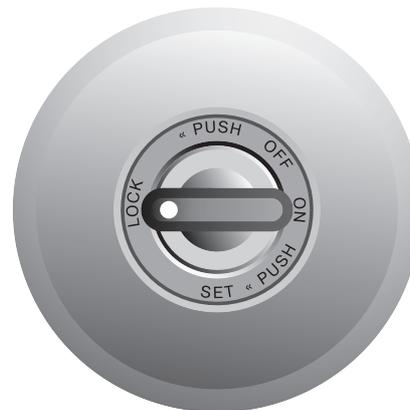

Рис. 2
● **Двусторонний ключ фирмы «Abloy»** (рис. 1) является органом управления механизмом замка и включением зажигания. При помощи вращения ключа из положения «**LOCK**» - в положение «**ON**», происходит разблокировка рулевого вала автомобиля и включение зажигания. Ключ вынимается и вставляется в замок только в положении «**LOCK**» (рис. 2). Ключ фиксируется в замке при положении «**ON**», «**OFF**» или «**SET**».
4.1. Положение ключа «**LOCK**». Исходное положение ключа в режиме «**LOCK**» - все выключено, ключ вынимается и вставляется, рулевой вал автомобиля и выключатель стартера заблокированы (рис.2). Для разблокирования вала рулевого управления, вставьте ключ в механизм секретки, и слегка вращая рулевое колесо вправо-влево, поверните ключ до упора из положения «**LOCK**» по часовой стрелке в положение «**ON**» (рис 4). Рулевой вал разблокирован, зажигание включено.